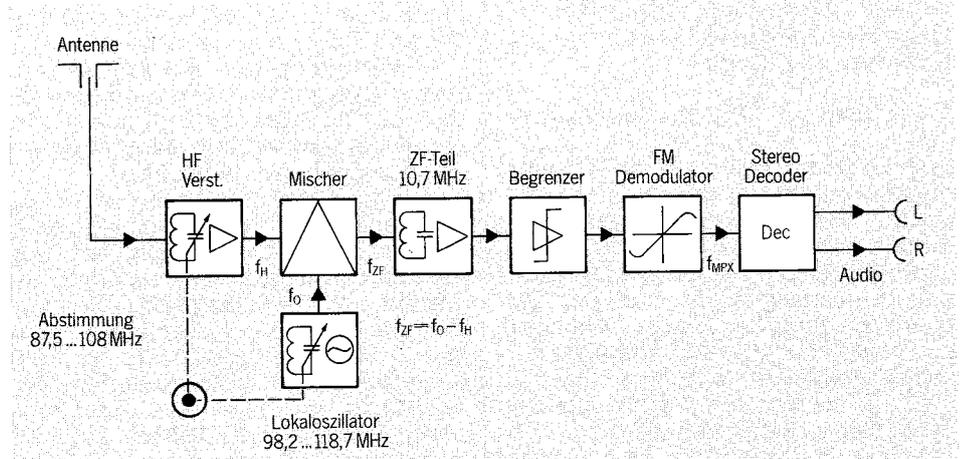

Bild 1
Bild 1 zeigt das vereinfachte Blockschaltbild eines FM-Rundfunkempfängers. Das Hochfrequenz (HF)-Signal gelangt von der Antenne zum selektiven HF-Verstärker. Die nachfolgende Mischstufe hat die Aufgabe, mit Hilfe des abstimmbaren Lokalszillators die Umsetzung auf die konstante Zwischenfrequenz (ZF) von 10,7 MHz vorzunehmen. Im Zwischenfrequenzteil wird das eingestellte Stationssignal (Nutzsender) durch geeignete Filter ausreichend selektiert und dem Begrenzer zugeführt. Hier im mehrstufigen Begren-